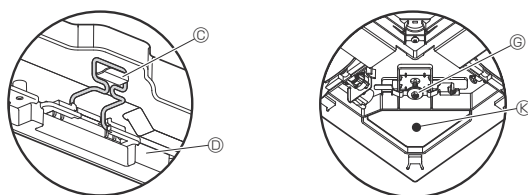

Fig. 7-7
- Après avoir serré la vis, vérifiez que les deux crochets de la grille (Fig. 7-7) sont en prise avec les crochets de l'appareil principal.